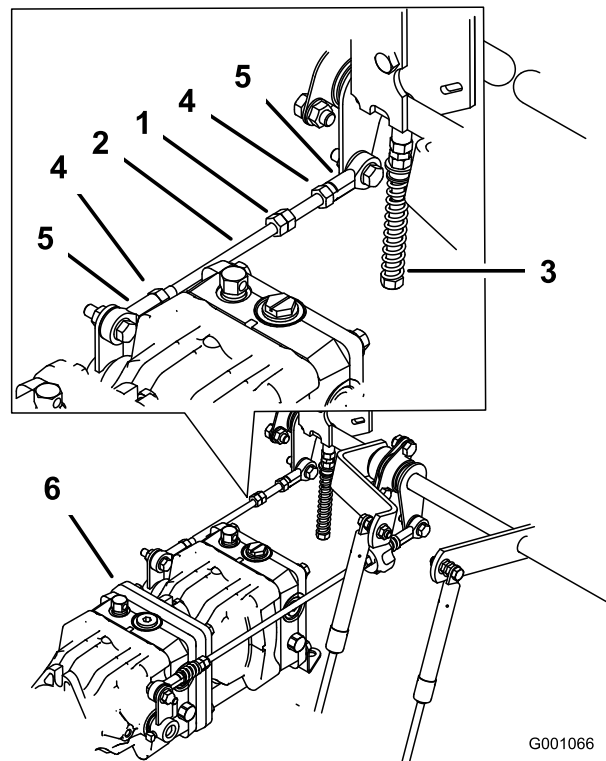

Figure 74
1. Desserrez les contre-écrous sur les rotules de la tige de commande de la pompe (Figure 74).
3. Réglez la longueur de la tige de pompe en tournant les doubles écrous dans le sens voulu, jusqu'à ce que la roue soit immobilisée ou tourne légèrement en marche arrière (Figure 74).
6. Serrez les contre-écrous contre les rotules (Figure 74).